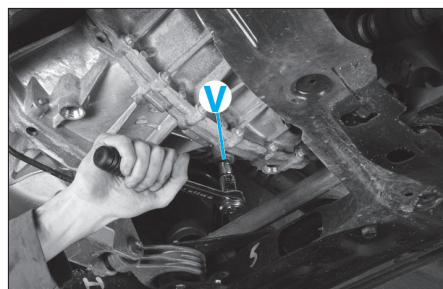

Fig. 1
- le bouchon de vidange (V) (Fig.1)